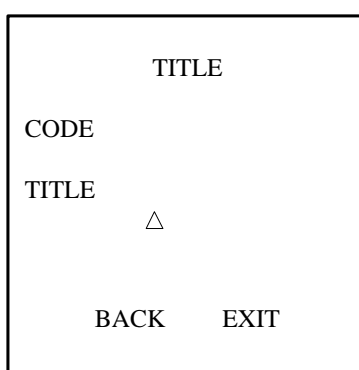

Figura 3-9 Ajustar el título del domo
3. En la pantalla de visión en directo, llame al preajuste 11 en menos de 5 segundos para acceder al menú **SET TITLE (AJUSTAR TÍTULO)** como se muestra en la Figura 3-9.